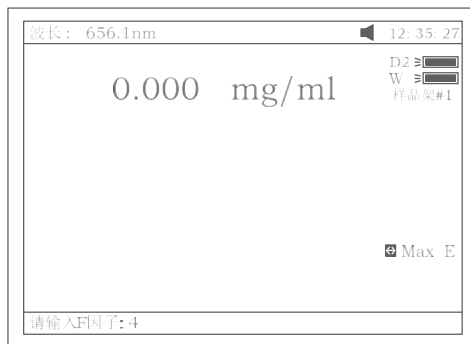

图 23
- a. 按【F3】直接输入已知浓度因子 F 的值后, 按【ENTER】确认, 图 23. 然后将待测溶液拉入光路读取浓度值 ;